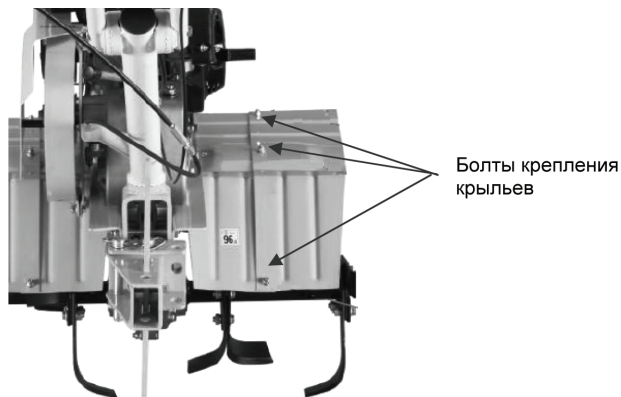

Рис. 6
6. Установите на мотоблок защитные крылья фрез с помощью болтов и гаек (Рис. 6)